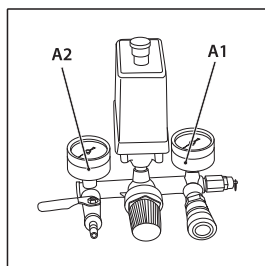
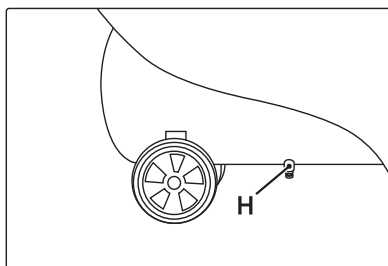

рис. 8
рис. 9
Ресивер оборудован манометром (A1) (рис. 8) для контроля давления, клапаном для слива конденсата (H) — для удаления конденсата из ресивера (рис. 9).